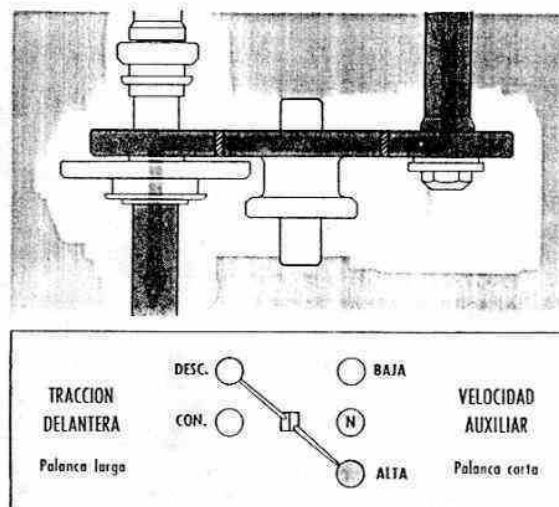

Fig. 137. — Transmisión del par motor por la Caja de Transferencia funcionando en Simple Tracción, Marcha en "Alta".
Simple tracción: marcha en alta. (Fig. 137). Por los engranajes de la caja de transferencia, el par motor se transmite a través de ella sin sufrir alteración alguna, pues la reducción de engranajes es nula, dado que el engranaje de mando y el engranaje del eje principal tienen igual número de dientes (29).